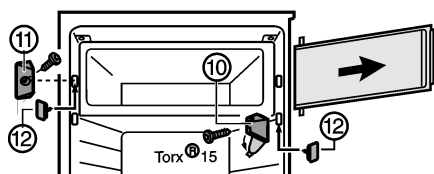

Fig. 6 \*
- Pliegue la cubierta en el soporte de cojinete Fig. 6 (10)\*.
- Desatornille el soporte de cojinete Fig. 6 (10) con la puerta del compartimiento.\*
- Desatornille la pieza de cierre Fig. 6 (11)\*.
- Cierre los agujeros desocupados con la cubierta Fig. 6 (12) adjunta.\*